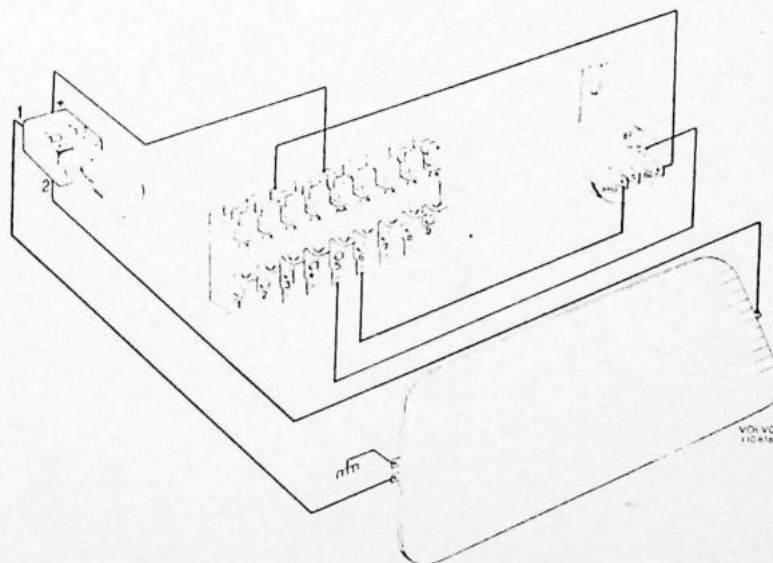

Fig. 3. Aansluitschema voor de Volvo 142, 144.
7. De overblijvende elektrische aansluitingen dienen te worden gemaakt volgens het aansluitschema in Fig.3. De massaverbinding voor de achterrait kan worden gemaakt door een gaatje te boren in het zijpaneel, waar de massadraad met behulp van een plaatschroef kan worden bevestigd.